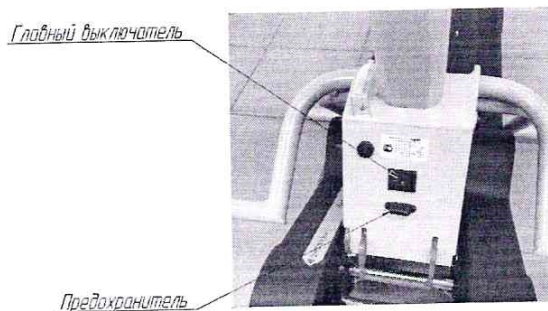

Рис.6. Элементы системы управления на основании рулевой колонки
- **Замок включения** (Рис.6а) выполняет функцию защиты от несанкционированного использования подъемника посторонними лицами.
Рис.6а. Элементы системы управления на панели приборов
Рис.6в. Электрические контакты
- **Главный выключатель** (Рис.6) выполняет функцию подключения бортовой сети подъемника к источнику питания и имеет два фиксированных положения:
Подача электропитания в бортовую сеть подъемника осуществляется включением главного выключателя и подтверждается светодиодным индикатором зеленого света (Рис.6а), который горит постоянно, пока не будет выключен главный выключатель.
Светодиодный индикатор красного света (Рис.6а) выполняет функцию оповещения (контроля) о состоянии зарядки блока аккумуляторных батарей. При разряде аккумуляторных батарей светодиодный индикатор красного света загорается и непрерывно мигает, что означает, что на оставшемся заряде можно преодолеть не более 50 ступеней. Кроме того, включается звуковой зуммер, который дополнительно оповещает о разряде батарей.
- ключ замка включения (Рис.6а) повернуть в горизонтальное положение, что означает готовность к началу движения подъемника;
- включить главный выключатель (Рис.6), светодиодный индикатор должен светиться зеленым светом;